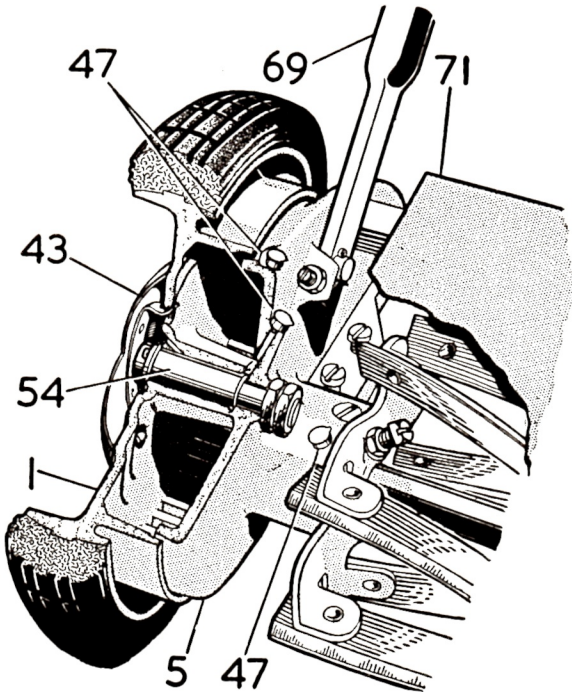

Fig. 4
- (b) Lubrication cap, No. 47, on inside of each sideplate, No. 5, above the spigot locking nuts. (See Fig. 4, page 24).
These can be lubricated by application of oil through cap, No. 47, on the top edge of each sideplate. (See Fig. 4, page 24).
There are two lubrication caps, No. 47, one on each sideplate bearing housing, through which oil can be introduced to the ball bearings. (See Fig. 4, page 24).
- (b) Graisseur, No. 47, à l'intérieur de chaque plaque latérale. (Voir fig. 4, page 24).
Les pignons peuvent être lubrifiés en versant un peu d'huile dans le graisseur, No. 47, sur le rebord supérieur de chaque plaque latérale. (Voir fig. 4, page 24).
Il y a deux graisseurs, No. 47, un sur chaque carter de roulement, pour lubrifier les roulements à billes. (Voir fig. 4, page 24).
- (b) Durch die Schmierkappe, 47, an der Innenseite jeder Seitenplatte, 5, oberhalb der Gegenmuttern der Zapfen (siehe Abb. 4, Seite 24).
Schmierung erfolgt durch die Schmierkappe, 47, an der oberen Kante jeder Seitenplatte (siehe Abb. 4, Seite 24).
Jedes Seitenplattenlagergehäuse hat zwei Schmierkappen, 47, für das Schmieren der Kugellager (siehe Abb. 4, Seite 24).